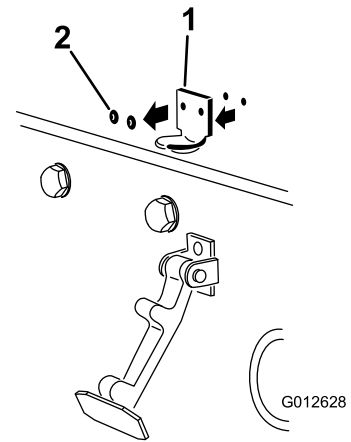

Figura 23
2. Elimine los 2 remaches que sujetan el soporte del cierre al capó (Figura 23).
Nota: El seguro del cierre debe estar en contacto directo con el capó (Figura 23). No retire el conjunto de perno y tuerca del brazo del seguro del cierre.